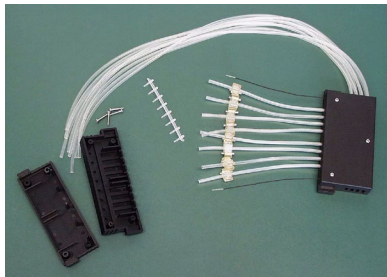
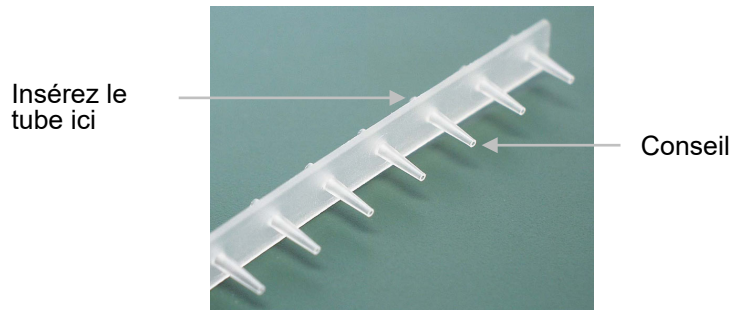

Figure 5-33. Bande d'aiguilles retirée
Figure 5-34. Nouvelle bande d'aiguilles
4. Remplacez la bande d'aiguilles (Figure 5-33). Les aiguilles de la bande d'aiguilles doivent être propres pour fonctionner correctement (Figure 5-34).